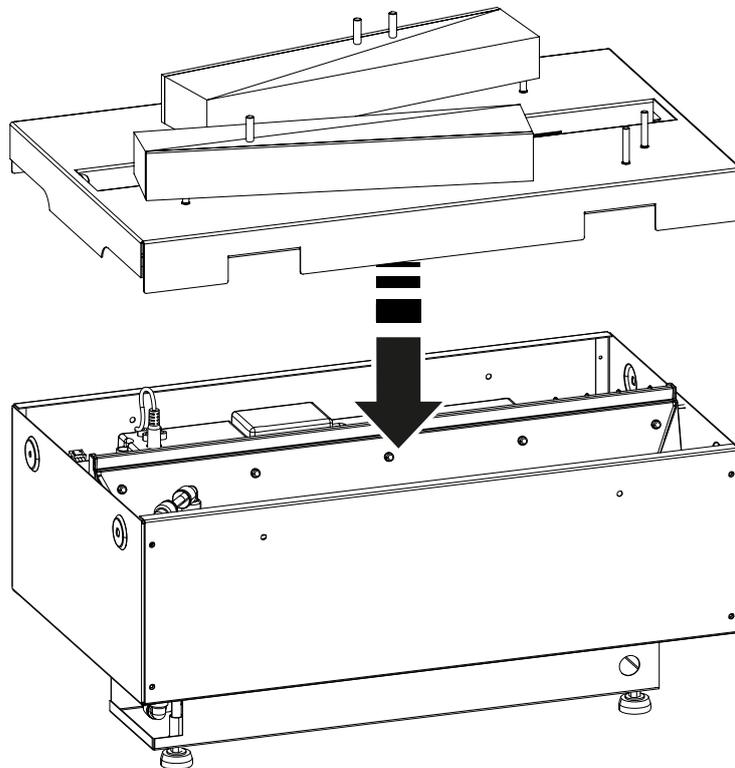

Fig. A4
4. Setzen Sie das Scheitholzbett auf das Gerät auf (Fig. A4). Das Scheitholzbett muss horizontal und ohne zu wackeln auf dem Gerät sitzen.